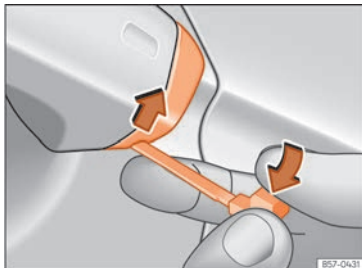

Abb. 56 Fahrertürgriff: Abdeckkappe abhebeln.
- Den Notschlüssel am Fahrertürgriff in die untere Öffnung der Abdeckkappe stecken und die Abdeckkappe von unten nach oben anheben »» (Abb. 56).